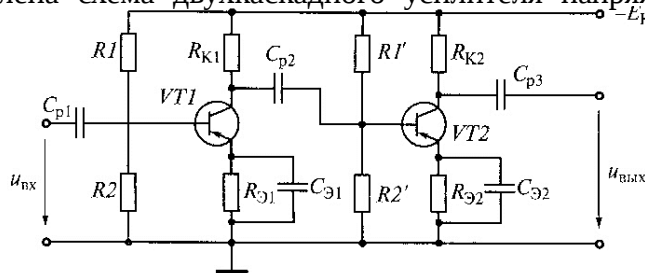
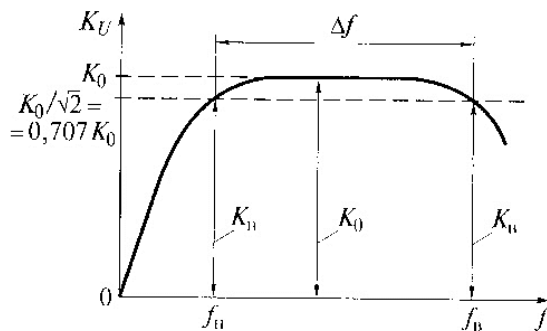

Рис. 6. Двухкаскадный усилитель напряжения
Рис. 7. Амплитудно-частотная характеристика усилителя с RC-связями
26. На рис. 6 представлена схема двухкаскадного усилителя напряжения с резистивно-емкостной связью.
27. На рис. 7 показан график амплитудно-частотной характеристики $K_U = U_{\text{вых}} / U_{\text{вх}}$ (при постоянном входном напряжении) двухкаскадного усилителя с RC-связями (рис. 6).
28. На рис. 7 показан график амплитудно-частотной характеристики $K_U = U_{\text{вых}} / U_{\text{вх}}$ (при постоянном входном напряжении) двухкаскадного усилителя с RC-связями (рис. 6). Почему уменьшается коэффициент усиления K_U в области высоких частот? (Указать неправильный ответ.)